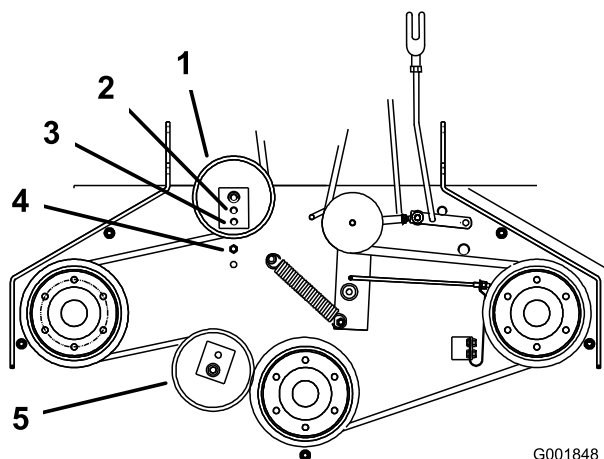

Bild 45
6. Wenn die Spannschraube nicht weiter eingestellt werden kann, und der Riemen noch lose ist, müssen Sie die hintere Spannscheibe in das mittlere oder vordere Loch versetzen (Bild 45). Verwenden Sie das Loch, mit dem Sie die richtige Einstellung erhalten.
7. Wenn die Spannscheibe versetzt wird, muss die Riemenführung versetzt werden. Versetzen Sie Riemenführung in die vordere Stellung (Bild 45).